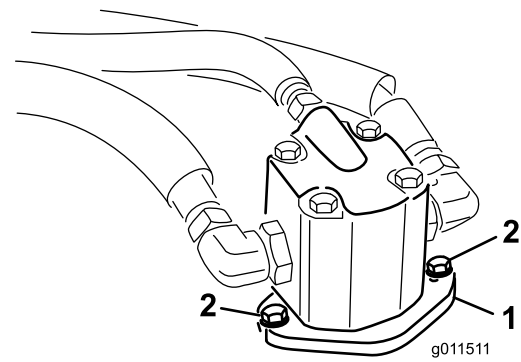

Bild 71
4. Entfernen Sie die Schrauben, mit denen der Hydraulikmotor am Mähwerk befestigt ist (Bild 71).